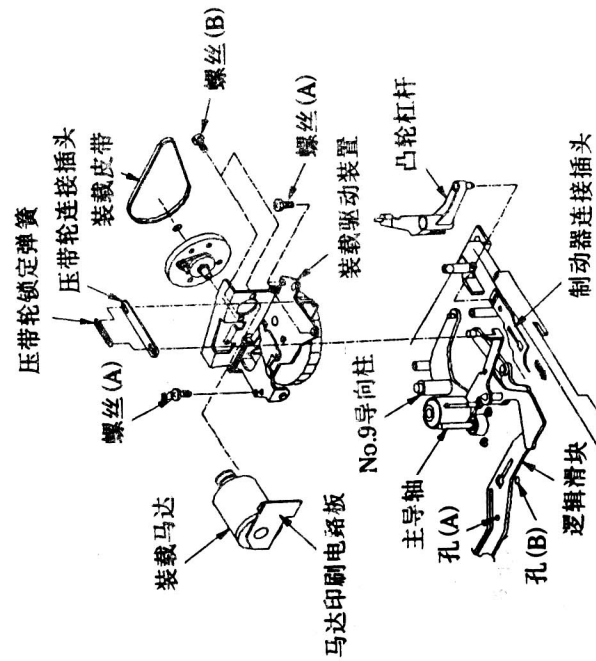

图40
- 步骤: ①从装载马达上拆下马达电路板,注意不要损坏导线;
②取下压带轮锁定弹簧,按下压带轮连接插头,如图40所示;
- ③卸下主底板上的卡爪,用螺丝刀朝上取出凸轮杠杆;
- ④卸下螺丝A和装载驱动装置;
- ⑤卸下装载皮带和螺丝B,然后取下马达;
- ⑥重新安装时的步骤与上述相反,安装时应注意马达的引线,正极性应在底部左侧,并用螺丝B将湿敏传感器安装在马达上,注意不要触摸传感器表面;
- ⑧将装载驱动装置安装到主底板之前,首先将逻辑滑块定位到与相位匹配孔A相吻合的位置(参见图40),然后移动No.9导向柱杠杆,直到其与主导轴相接触为止(相位匹配孔A与孔B相距很近,孔B在孔A的右方,1.2 cm处,注意不要将两者搞错);
- ⑨按箭头所示方向滑动制动器连接器,并安装上凸轮杠杆;
- ⑩安装压带轮连接插头和压带轮锁定弹簧。